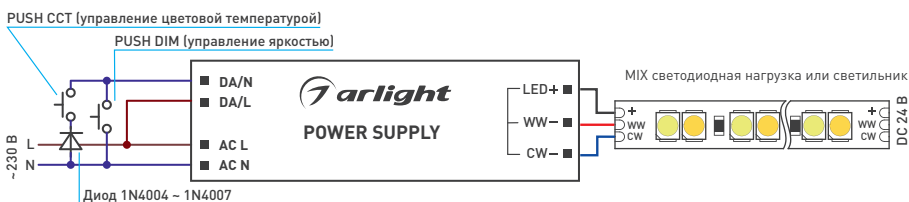

Рис. 2. Пример подключения функции PUSH DIM, PUSH CCT
- 3.13. Для использования функций **PUSH DIM** (управление яркостью), **PUSH CCT** (управление цветовой температурой) необходимо подключить выключатель возвратного типа с нормально открытыми контактами к источнику питания согласно схеме, приведенной на рис. 2.
Для блоков питания, не имеющих отдельного выхода CCT реализация функции PUSH CCT выполняется применением ограничивающего диода типа 1N4004 (см. рис. 2).